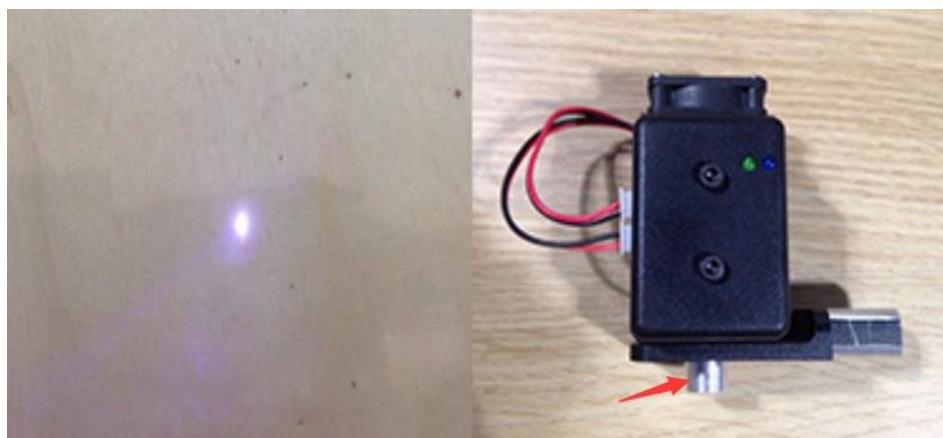

图 5.98 调整焦距
- 如果激光始终无法聚焦，可能是激光头的焦距过长，可以旋转激光头底部的金属旋钮进行聚焦（如图 5.98 右图所示的旋钮）。